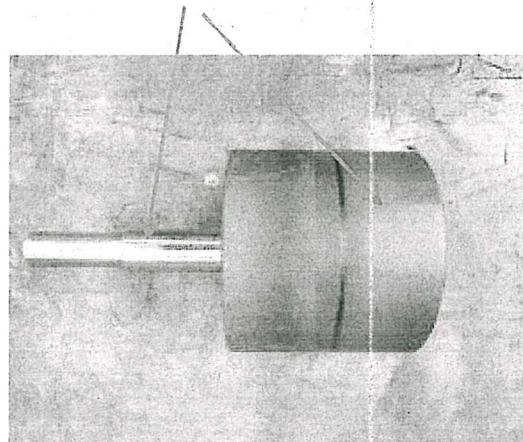

图 4.11
c. 动铁芯体和杆表面未达到更换要求的磨损划痕, 用砂纸修光且不得有台阶感。(图 4.11)